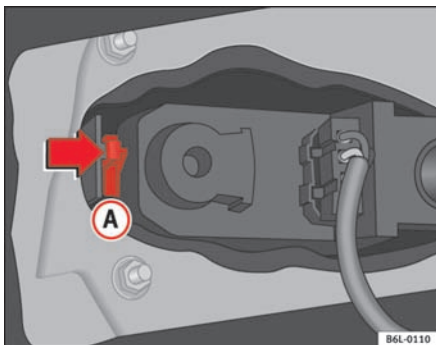

Fig. 155 Baglygter på karrosseri
- Tryk på fatningens tap  => fig. 155 for at løsne den, og tag fatningen af.